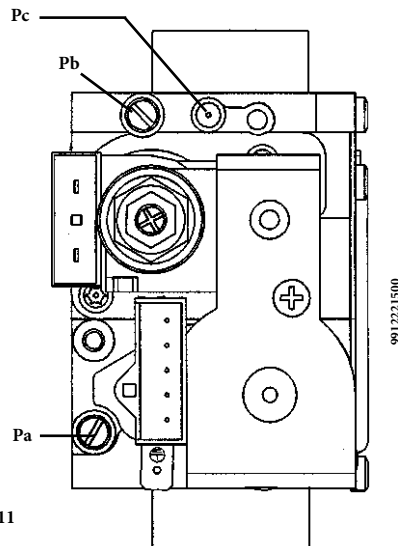

Рисунок 11
Действия по калибровке регулятора давления могут различаться в зависимости от типа используемого в агрегате газового клапана (HONEYWELL or SIT; см. рис.11).
- подсоедините положительный вход дифференциального манометра (возможно использование водяного манометра) к контрольной точке газового клапана (**Pb**) (см. рис.11); подсоедините (только для котлов с герметичной камерой сгорания) отрицательный вход манометра к тройнику "Т", объединяющему регулировочный выпускной канал котла, регулировочный канал клапана (**Pc**) и собственно манометр. Это же измерение можно провести путём подсоединения манометра к контрольной точке (**Pb**) после снятия передней панели котла с герметичной камерой; Если измерение выполняется способом отличным от вышеописанного, возможно получение ошибочного результата из-за неприятия в расчет разрежения в герметичной камере котла, создаваемого вентилятором.
- убедитесь, что динамическое давление подачи газа, измеренное в контрольной точке на входе клапана (**Pa**) (см. рис.11), соответствует норме (**37 мбар** для пропана G.31, **20 мбар** для природного газа G20);